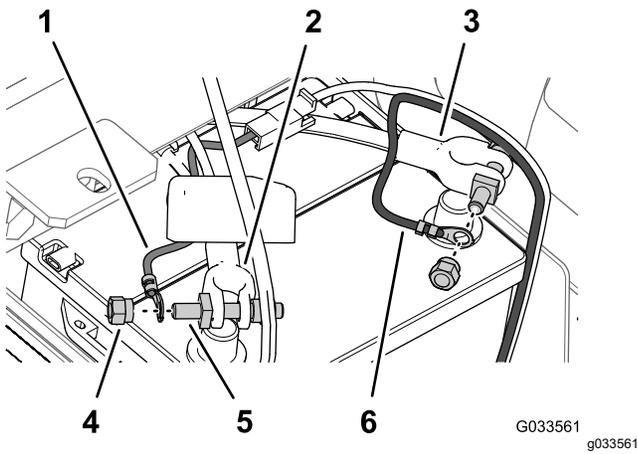

Bild 31
6. Befestigen Sie den Kabelschuh des durch die Schmelzsicherung geschützten Verbindungsteils (Kabelbaum des Sprühfahrzeugs) am Stift der Polschraube, die Sie mit einer Klemmmutter am Pluskabel der Batterie befestigt haben (Bild 31).
- Befestigen Sie den Kabelschuh des Minuskabels (schwarz, Kabelbaum des Sprühfahrzeugs) am Stift der Polschraube, die Sie mit einer Klemmmutter am Minuskabel der Batterie befestigt haben (**Bild 31**).